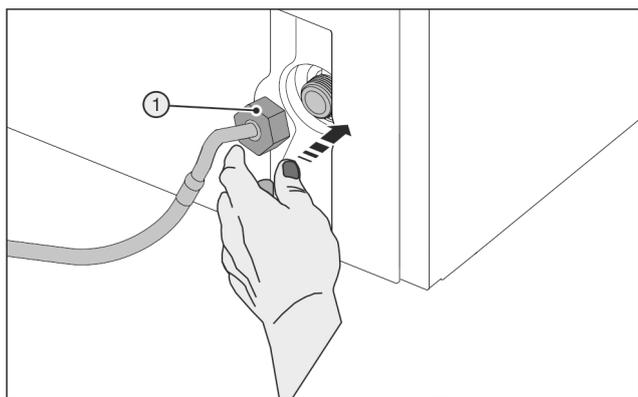

Fig. 24
- ▶ Poser l'écrou Fig. 24 (1) délicatement et le visser droit sur le filetage.
- ▶ Positionner soigneusement l'écrou Fig. 24 (1) et le visser droit sur le filetage avec deux doigts jusqu'à ce qu'il soit bien stable et en place.
- ▶ Utiliser uniquement l'outil auxiliaire (5) à la température ambiante.
- ▶ Serrer l'écrou Fig. 24 (1) à l'aide de l'outil auxiliaire (5) dans le sens des aiguilles d'une montre jusqu'à ce que le couple maximal soit atteint et jusqu'à ce que l'outil auxiliaire (5) tourne à vide.